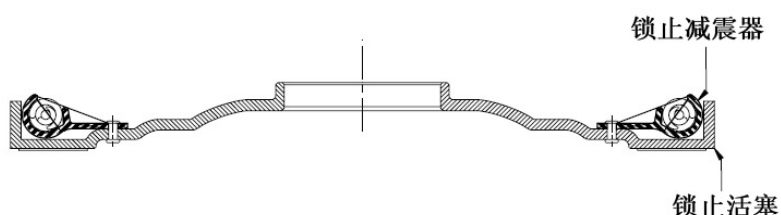

图 1
1. 如图 1 所示, 将锁止活塞夹在车床上, 锁止减震弹簧的一面朝外。